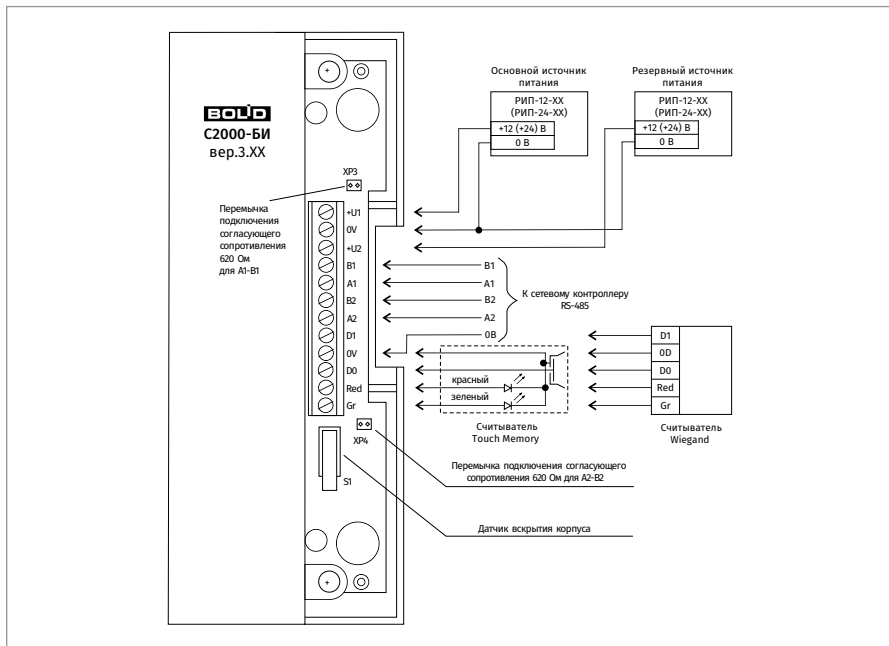

Рисунок 1. Схема внешних соединений блоков «С2000-БИ», «С2000-БИ исп.02», «С2000-БИК»
2. Подключение соединительных линий выполняйте в соответствии с проектной документацией и схемой на Рисунок 1.